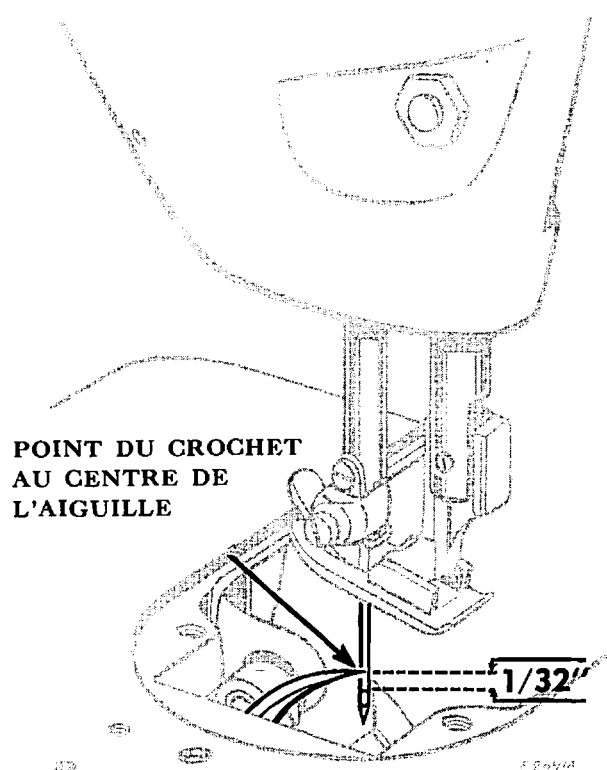

Fig. 29. Pointe du crochet relativement au chas de l'aiguille (Vue de l'arrière)
1. Quand la pointe du crochet passe le centre de l'aiguille, le sommet du chas de cette dernière doit se trouver à environ 0mm8 au-dessous de la pointe du crochet. Voir **Fig. 29**.
Desserrer la vis d'arrêt **H** de la douille de barre à aiguille. Tout en maintenant entre le crochet et l'aiguille le rapport illustré **Fig. 29**, régler verticalement la douille **D** pour en amener l'extrémité inférieure exactement au niveau de la LIGNE-REPERE INFERIEURE de la barre à aiguille.